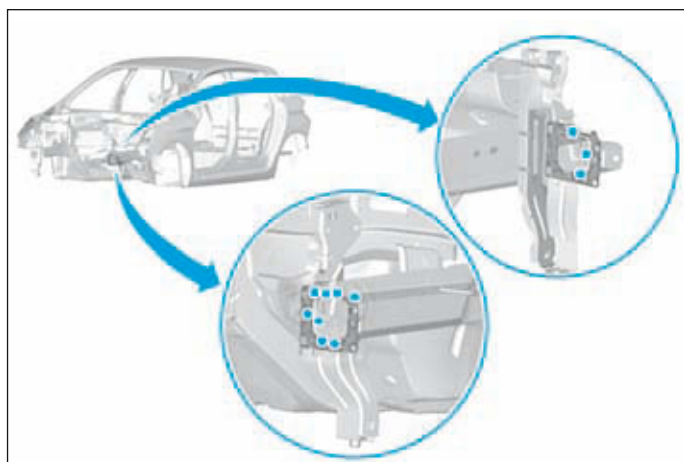

FIG.38
- Souder par points électriques puis meuler les points de soudure (Fig.38).